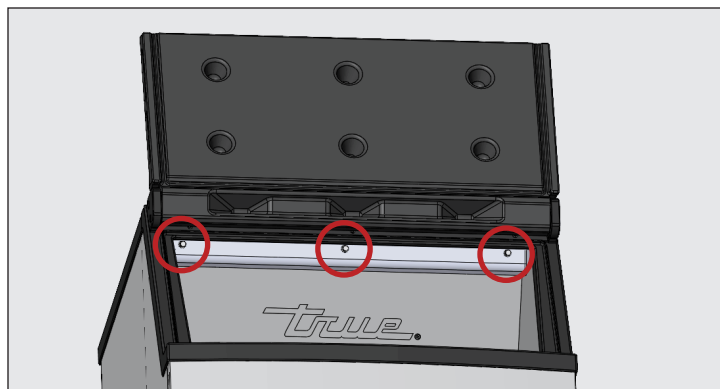

Figure 1. Emplacements des vis moletées de déflecteur.
1. Déposez les vis de déflecteur. Voir Fig. 1.